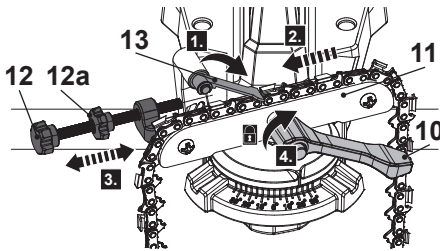

Fig. 5
1. Virar o batente da corrente (13) para a frente e deixá-lo repousar logo atrás do elo da corrente de corte para ser afiado (Fig. 5, passo 1).
2. Apertar a corrente da serra para batente da corrente (13) (passo 2).
3. Empurrar o disco de moagem (15) pela pega (1) para verificar a quantidade de material a ser moído.
4. Desaperte a porca de bloqueio (12a) e rode o parafuso de ajuste (12) para ajustar a posição da corrente da serra (passo 3). Empurrar repetidamente para baixo o disco de trituração pela pega para verificar o ajuste.
5. Uma vez atingido o ajuste necessário, fechar o torno da corrente da serra (11) para fixar a corrente nesta posição, rodando a alavanca de aperto (10) no sentido horário (passo 4) e apertar a porca de bloqueio (12a) no sentido horário.